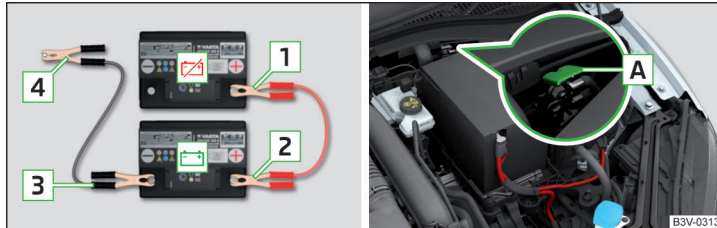

Abb. 339 Starthilfe: ☹ - entladene Batterie, ☺ - stromgebende Batterie / Massepunkt des Motors beim START-STOPP-System
- Bei Fahrzeugen **mit** dem START-STOPP-System die Klemme **4** am Massepunkt des Motors **[A]** befestigen » Abb. 339.